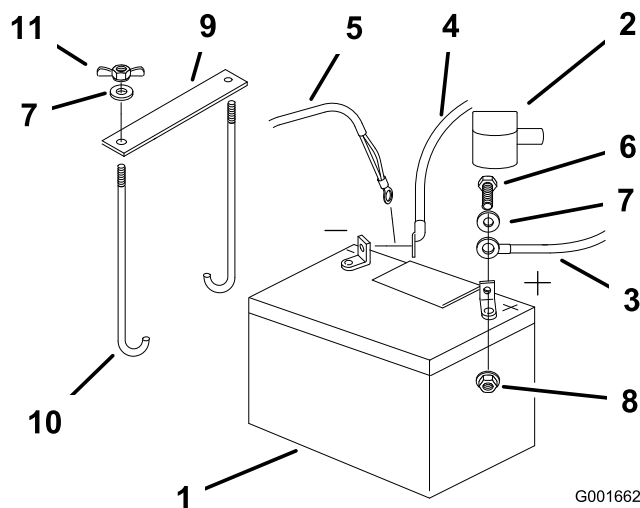

Figure 38
4. Commencez par débrancher le câble négatif et le câble de masse de la borne négative (-) de la batterie (Figure 38).
5. Ôtez le capuchon rouge de la borne positive (rouge) de la batterie. Débranchez ensuite le câble positif (rouge) de la batterie (Figure 38).
- Retirez les deux écrous à oreilles (1/4 pouce) de fixation de la barrette de maintien de la batterie (Figure 38).
- Placez la batterie dans son support en tournant les bornes vers le moteur (Figure 38).
- Fixez les câbles avec 2 boulons (1/4 x 3/4 po), 2 rondelles (1/4 pouce) et 2 contre-écrous (1/4 pouce) (Figure 38).
- Fixez la batterie en position avec des boulons en J, une barrette de maintien et 2 rondelles (1/4 pouce), ainsi que 2 écrous à oreilles ((1/4 pouce)) (Figure 38).